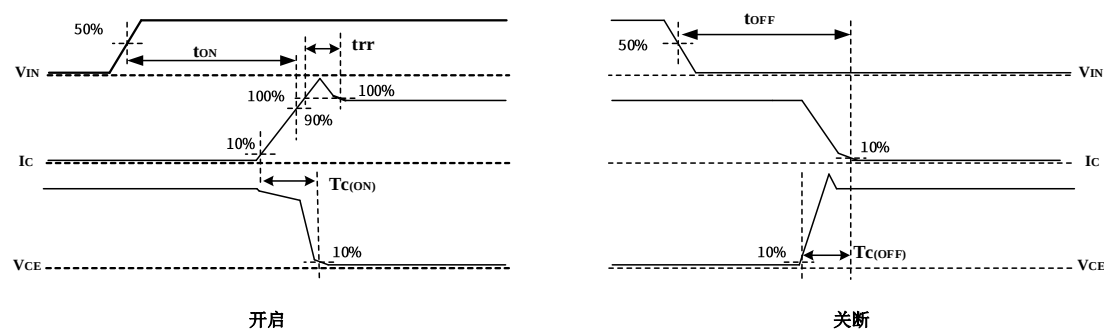

图4: 开关时间定义
备注 2：tON 和 tOFF 包括驱动 IC 内部传输延迟时间。tC(ON) 和 tC(OFF) 是 IGBT 自身被内部给定门极驱动条件下的开关时间。详见图 4。